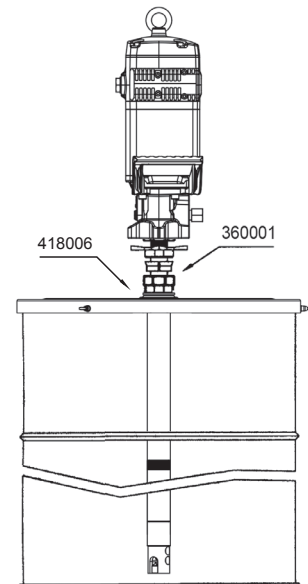

Fig. 3
- **b.** Montaje con tapa (418006 para bidón de 185 kg y 418016 para bidón de 50 kg) y adaptador ajustable 360001. Fije la tapa sobre el bidón y rosque la tuerca del adaptador ajustable en la rosca de la tapa. Inserte la bomba por la tuerca y fíjela con la estrella a la altura deseada (ver Fig. 3).